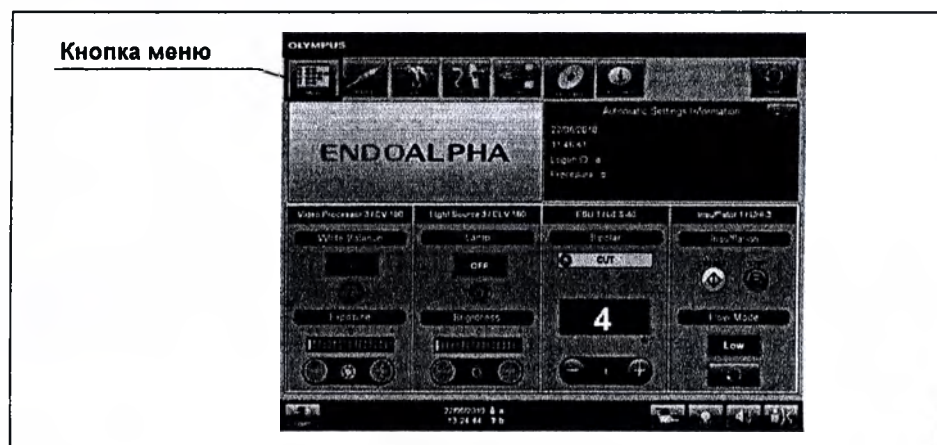

Рисунок 4.4
- 1 Нажмите кнопку «Меню» (см. рис. 4.4) на сенсорной панели для отображения окна меню.